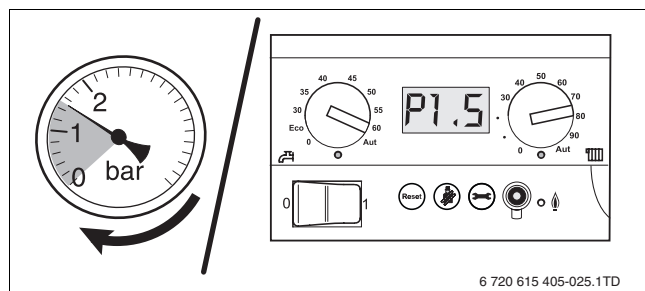

Fig. 10 Indicator de presiune analog/digital
- ▶ Deschideți robinetul de apă și umpleți instalația de încălzire până la 1,5 bar. Verificați în acest timp indicatorul de presiune (→ fig. 10) pentru circuitul de încălzire.